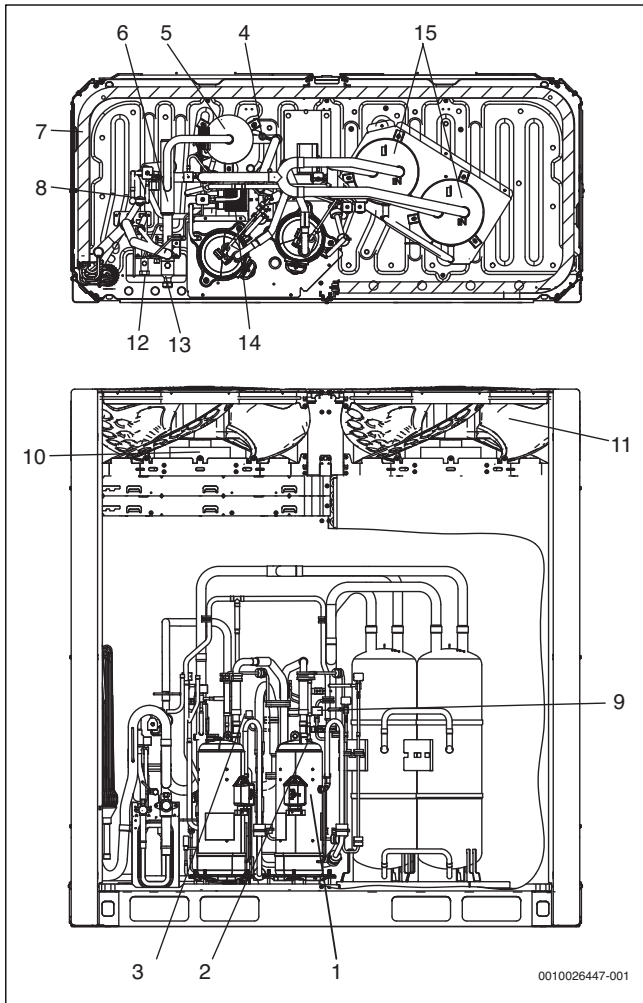

Рис. 9 Расположение компонентов
**Обозначения на рис. 9, 10 и 11:**